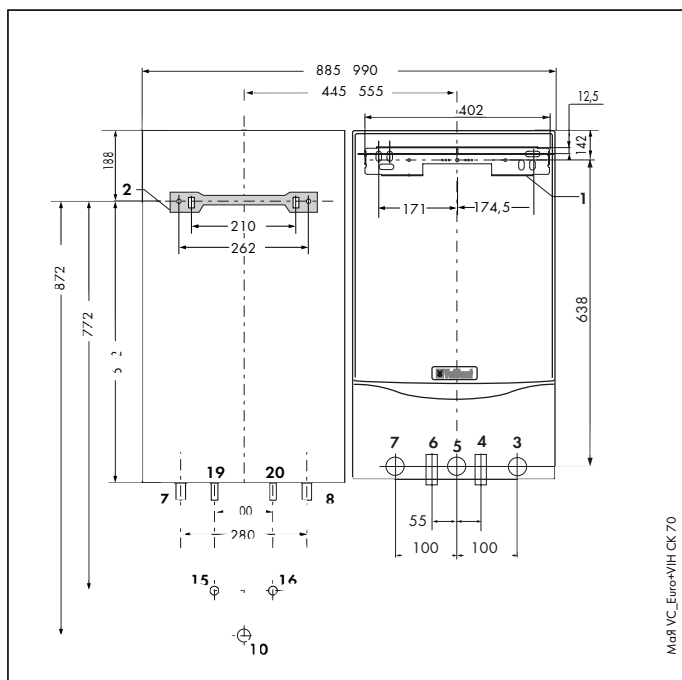

Рис. 4.2 Монтаж рядом с аппаратами atmoMAX и turboMAX
- Крепёжные отверстия приготовить в соответствии с рис. 4.2 (Нижние кромки водонагревателя и котла на одном уровне).